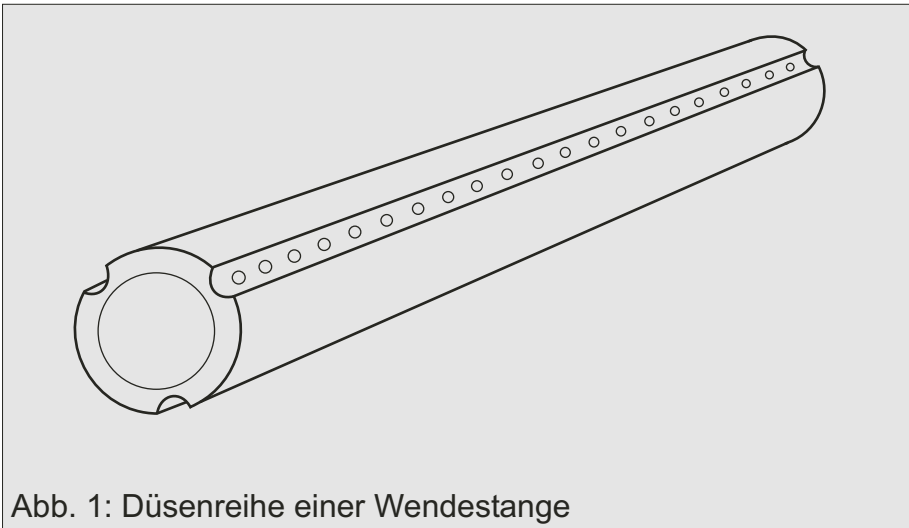

Abb. 1: Düsenreihe einer Wendestange
- dazu bestreicht man die Stege mit einer Schutzfarbe; die Stellen, die nicht geätzt werden, bedeckt man mit Asphaltlack (Abbildung 1)
Zusätzlich ist die Oberfläche mit vielen feinen Düsen versehen (Abb. 1). Durch diese Düsen wird Druckluft zwischen Stange und Papierbahn geblasen, um einerseits die Reibung zu vermindern und andererseits das Druckbild in keiner Weise zu beschädigen.